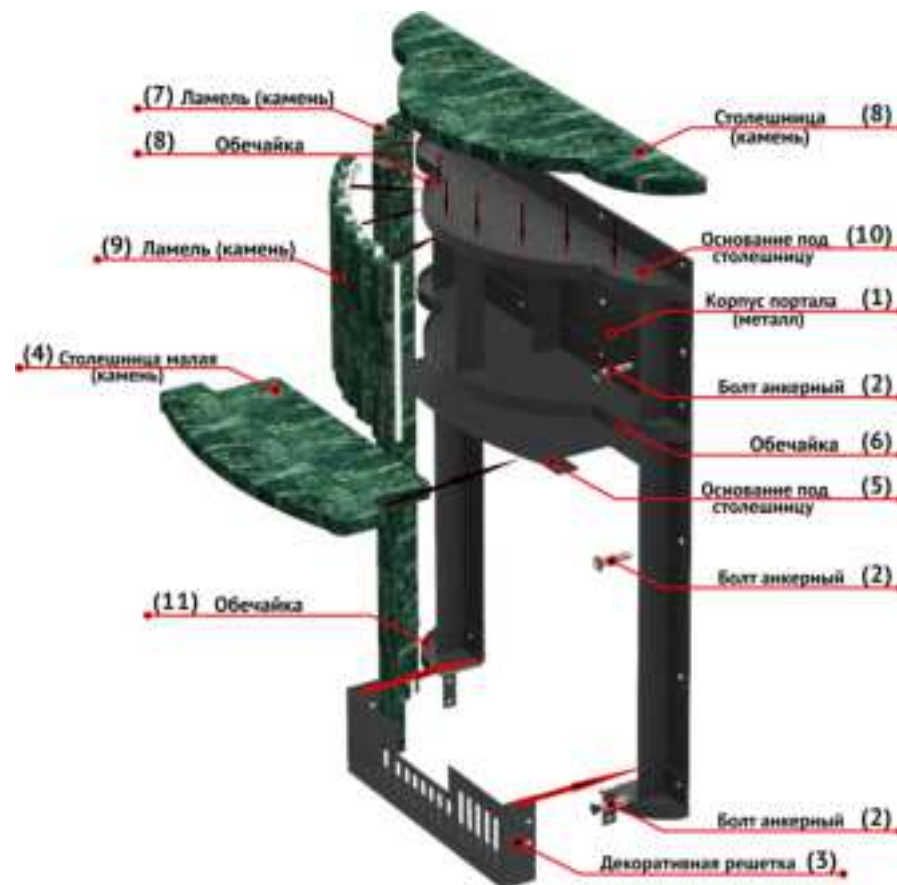

Рисунок 8.4. Схема установки и крепления портала печи.
- 8.4.2.** Закрепите корпус портала (1) при помощи анкерного болта (2)\* на стене (см. рис. 8.4.).